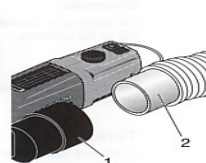

Fig. 7
1. Asamblați părțile adaptorului de conectare 1 (Fig. 7)